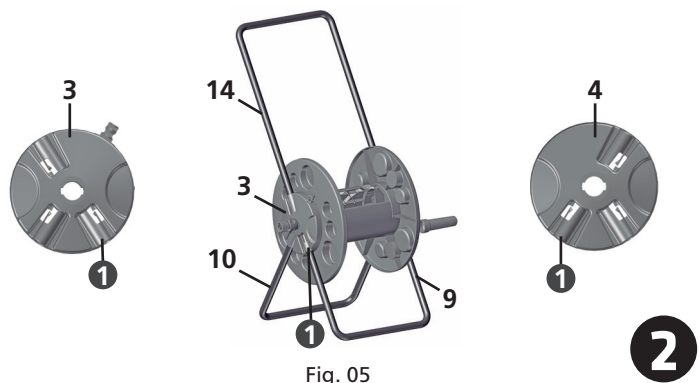

Fig. 05
4. Localize o número 1 em alto relevo nos mancais (3) e (4). Nestas extremidades encaixe o tubo de apoio (9), de forma que os furos das extremidades encaixem nas travas do mancal. Após encaixe o braço inferior (10) com furações para as rodas e então o braço superior (14) [Fig. 05].
4. Locate where number 1 appears in raised relief on the bearings (3) and (4). Fix the support tube (9) to these ends so that the holes at the ends fit through the locks of the bearing. Now fit the lower arm (10) with holes to the wheels and then attach the upper arm (14) [Fig. 05].
4. Localiza el número 1 en alto relieve en los mancales (3) y (4). En esas extremidades, encaja el tubo de apoyo (9), de forma que los agujeros de las extremidades encajen en las trabas del mancal. Después encaja el brazo inferior (10) con perforaciones para las ruedas y, entonces, el brazo superior (14) [Fig. 05].